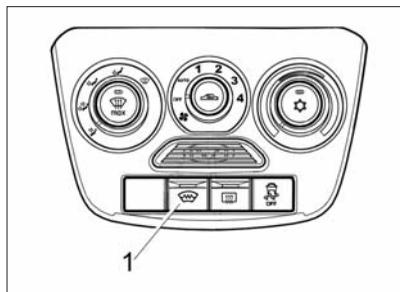

Рис. 44. Выключатель электрообогрева ветрового стекла (в варианном исполнении)
– **в варианном исполнении** включит электрический обогрев ветрового стекла (загорится индикатор на кнопке 1, см. рис. 44);
Для включения системы нажмите клавишу выключателя 1 (см. рис. 44), при включении загорается индикатор на клавише выключателя. Система функционирует только при работающем двигателе.